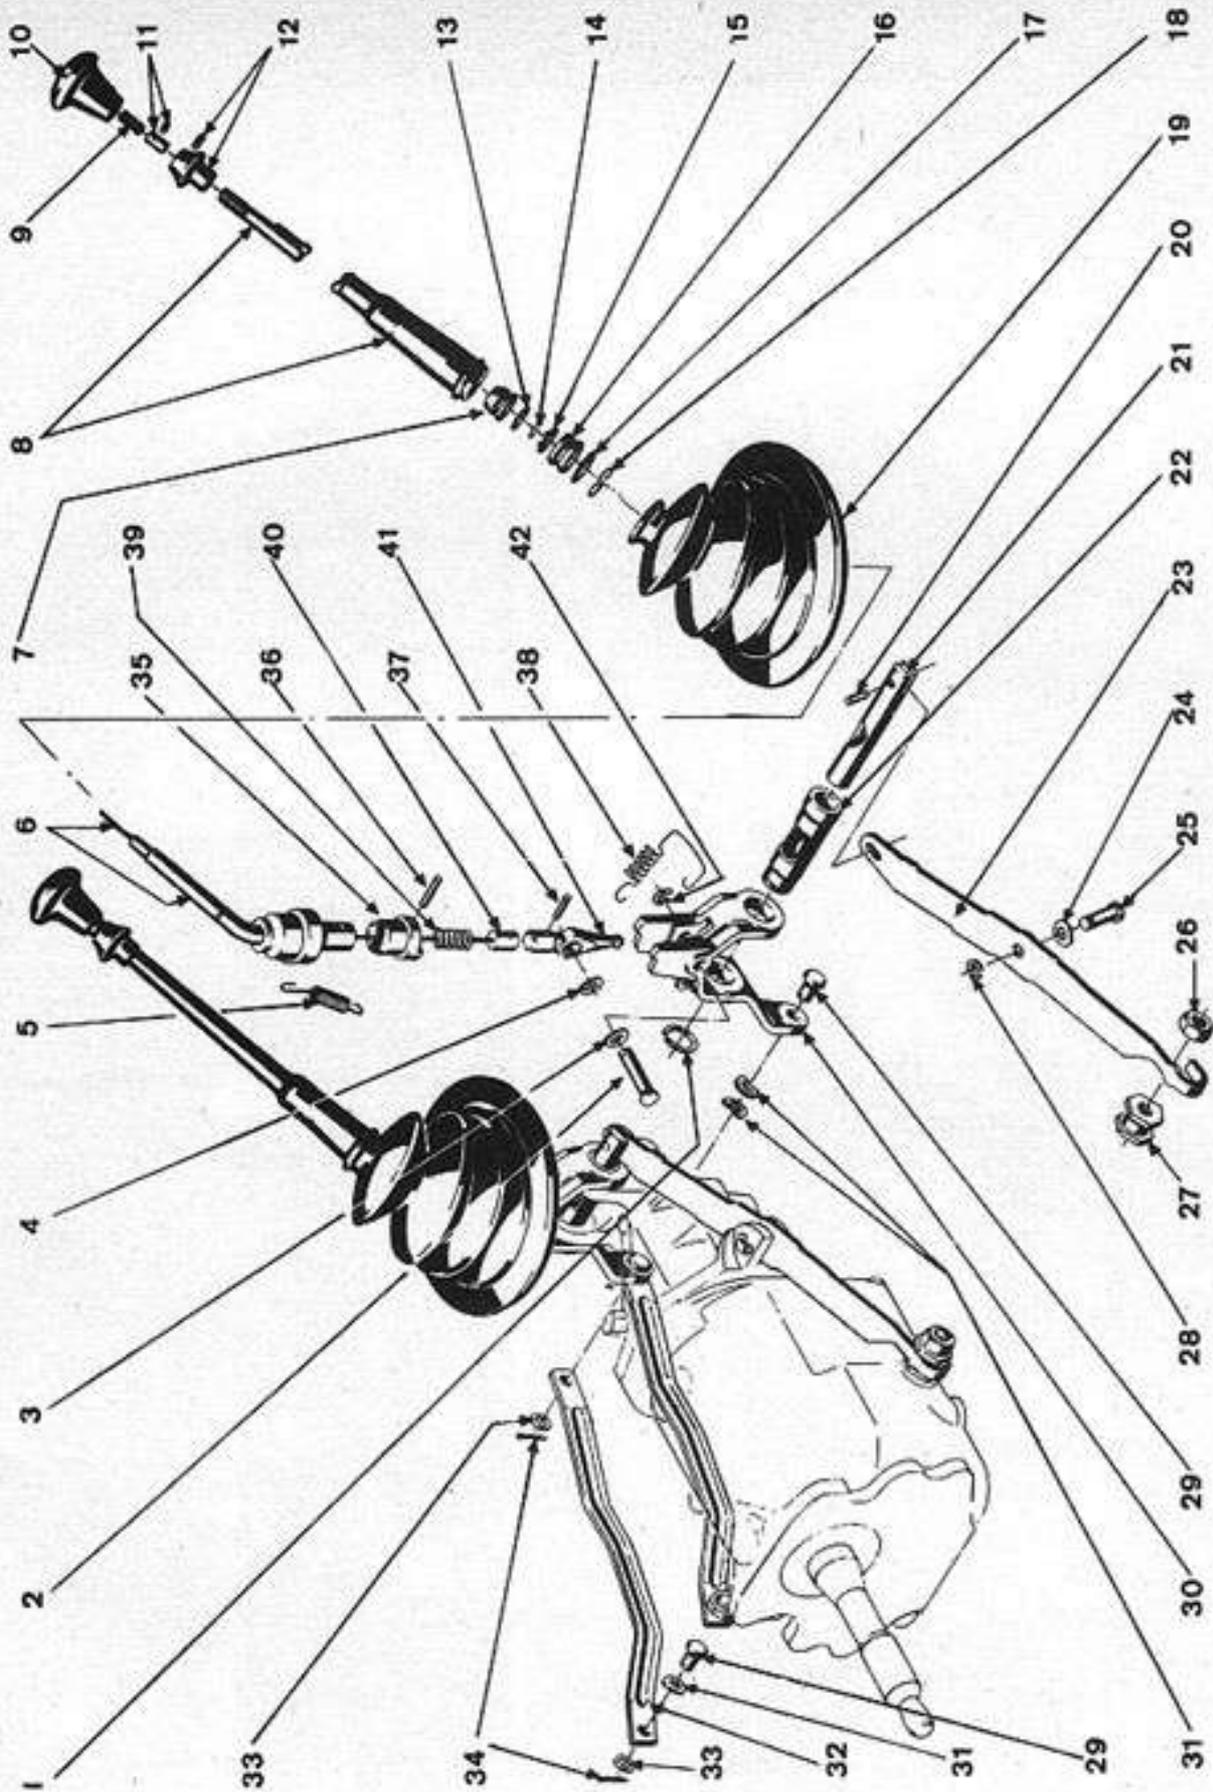

Fig. 34 - Despiece del varillaje de cambios
12. Colocar el varillaje de cambios (Fig. 34) en la caja y agregar una arandela ondulada y otra plana en cada extremo de varilla de desplazamiento y de palanca selectora.